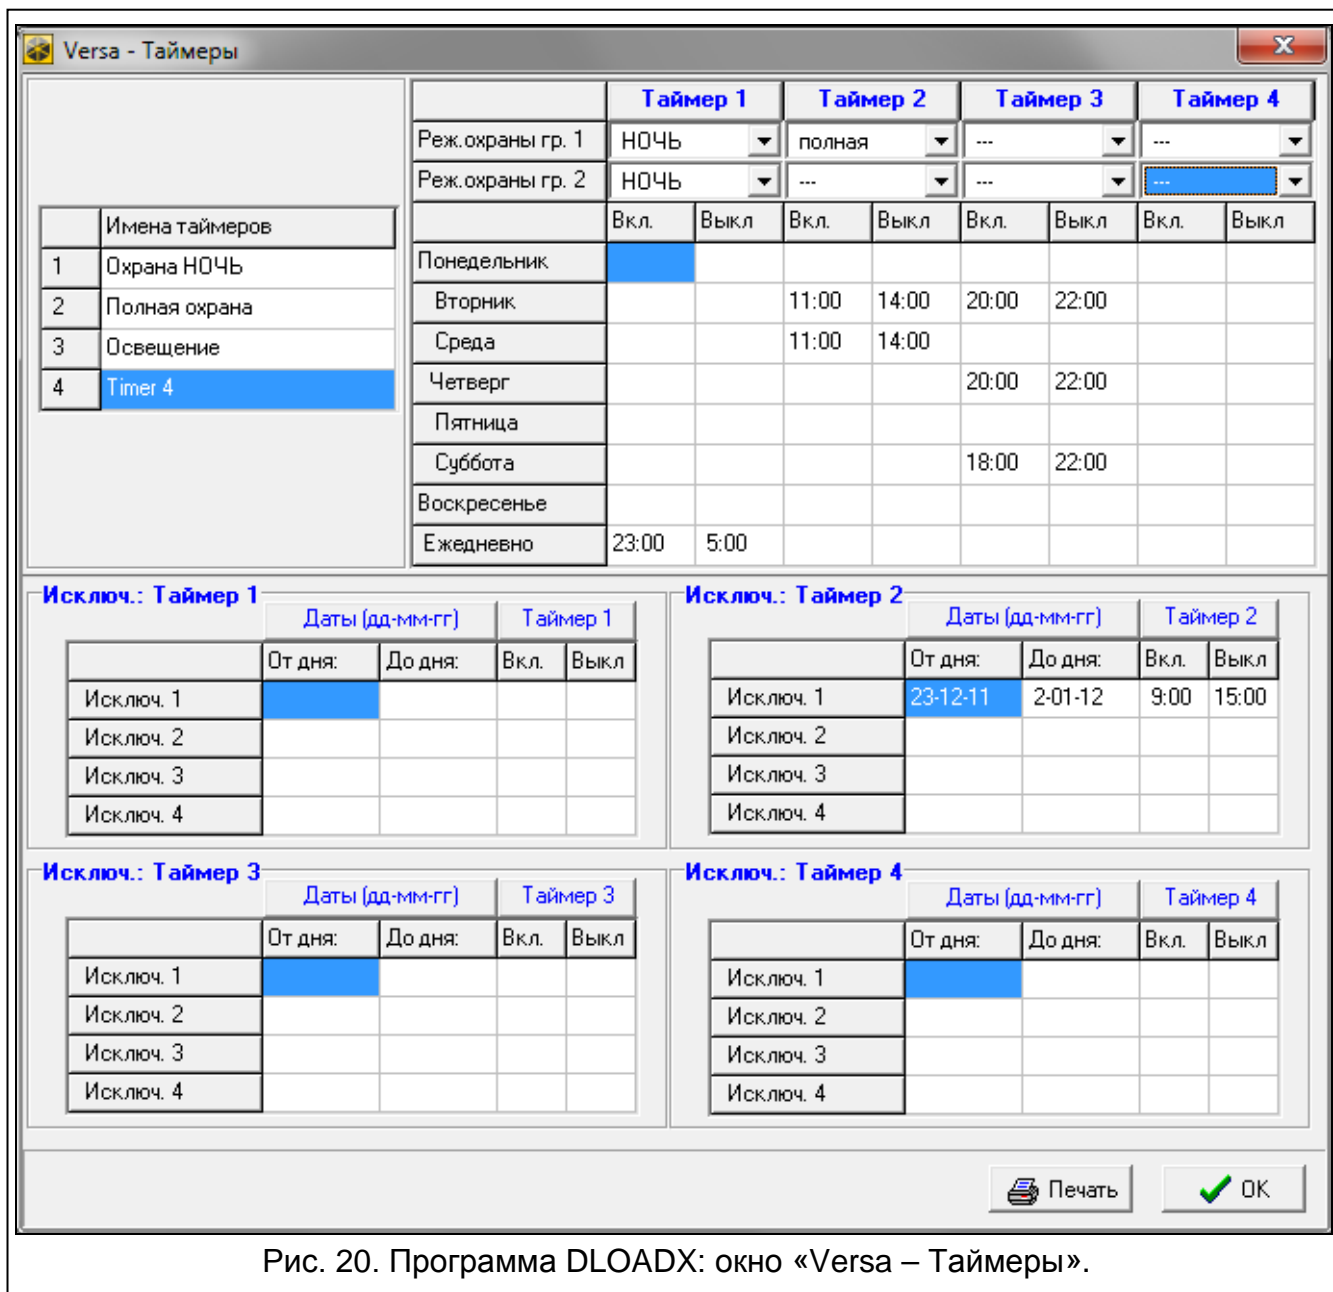

Рис. 20. Программа DLOADX: окно «Versa – Таймеры».
- программы DLOADX: окно «Versa – Таймеры» (рис. 20).